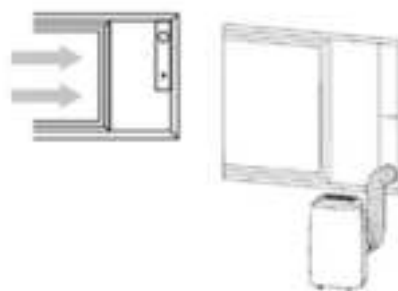

Abb. 4 Montage Fensterblende 1
- Die Fensterblende je nach Fenstertyp (siehe Abb. 4 und 5) montieren.
- Für den Fenstertyp Abb. 4 beachten Sie zur Abdichtung der oben und unteren Fläche den Hot air stop bei unserem Service oder über unsere Homepage zu erwerben.